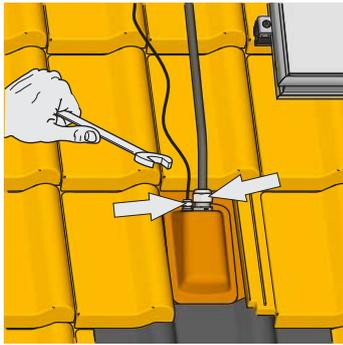

Fig. 3-35 Étape 8
8. Bloquez les raccords à vis M des conduites de raccordement (exemple fig. 3-35).